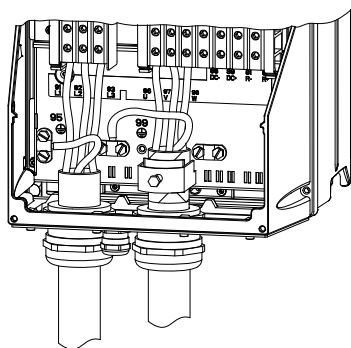

Рис. 15 Подключение питания и электродвигателя, корпус С1
1. Подключите заземляющий провод к клемме 95 (PE). См. рис. 15.
1. Подключите заземляющий провод к клемме 99 (PE). См. рис. 15.
2. Подключите провода питания к клеммам 96 (U), 97 (V), 98 (W).